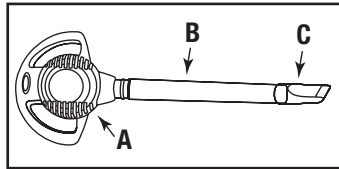

FIGURE 13
25. Insérez le tube-rallonge (B) de 2-1/2 po (63,5 mm) dans l'orifice de sortie du souffleur (A). Enfoncez fermement le tube-rallonge en position en imprimant une légère rotation. Fixez maintenant l'accessoire voulu (C). FIGURE 13.